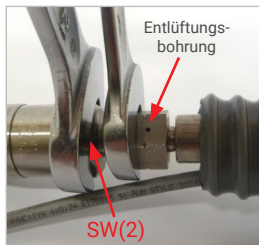

Abbildung 12
- ▶ Wenn an der Überwurfmutter des Schlauches eine Entlüftungsbohrung (siehe *Abbildung 12*) vorhanden ist, darf diese nicht verdeckt werden. Hier muss der Druck beim Lösen ungehindert entweichen können. Halten Sie die Entlüftungsbohrung weg vom Körper und Ihrem Gesicht. Halten Sie Ihre Hände und Finger weg von der Bohrung
- ▶ Lösen Sie die Verschraubung des Füllschlauches am Anschluss „B2“ des Nippeleinsatzes der Abreißsicherung. Hierzu an der Schlüsselweite SW(2) des Nippeleinsatzes gegenhalten (*Abbildung 12*).
Vorsicht: Wenn an der Überwurfmutter des Schlauches eine Entlüftungsbohrung vorhanden ist, darf diese dabei nicht verdeckt werden (*Abbildung 12*).